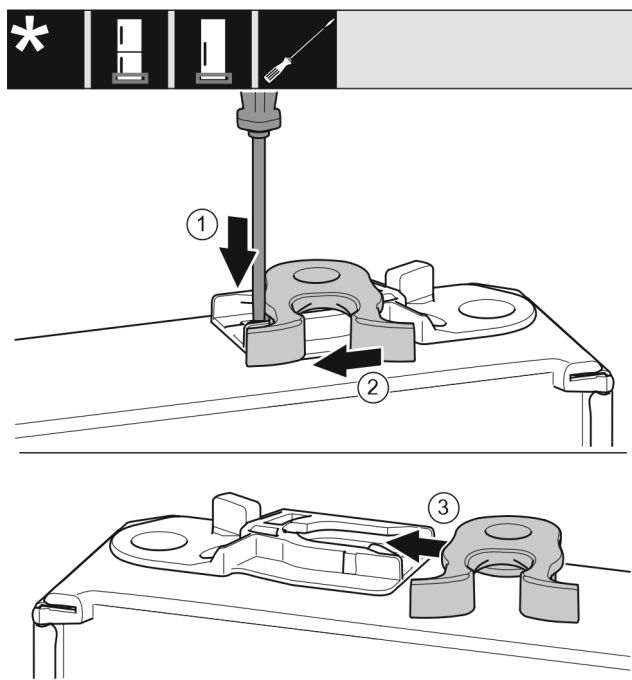

Fig. 49 *
- Potisnite spono Fig. 49 (1) navzdol s ploščatim izvijačem.*
- Povlecite zapiralni kavelj Fig. 49 (2) ven iz vodila.*
- Potisnite zapiralni kavelj Fig. 49 (3) na drugi strani v vodilo.*